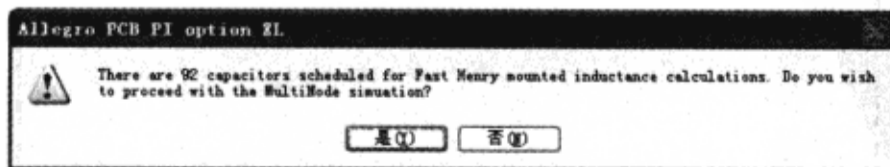

图 9-7-59 警告窗口
(4) 在“Power Integrity Design & Analysis”对话框中单击“MultiNode Simulation”按钮, 此时会弹出一个提示窗口, 电源完整性工具会为 92 个电容器的贴装电感进行 Fast Henry 计算, 这些计算会花费一些时间, 如图 9-7-59 所示。